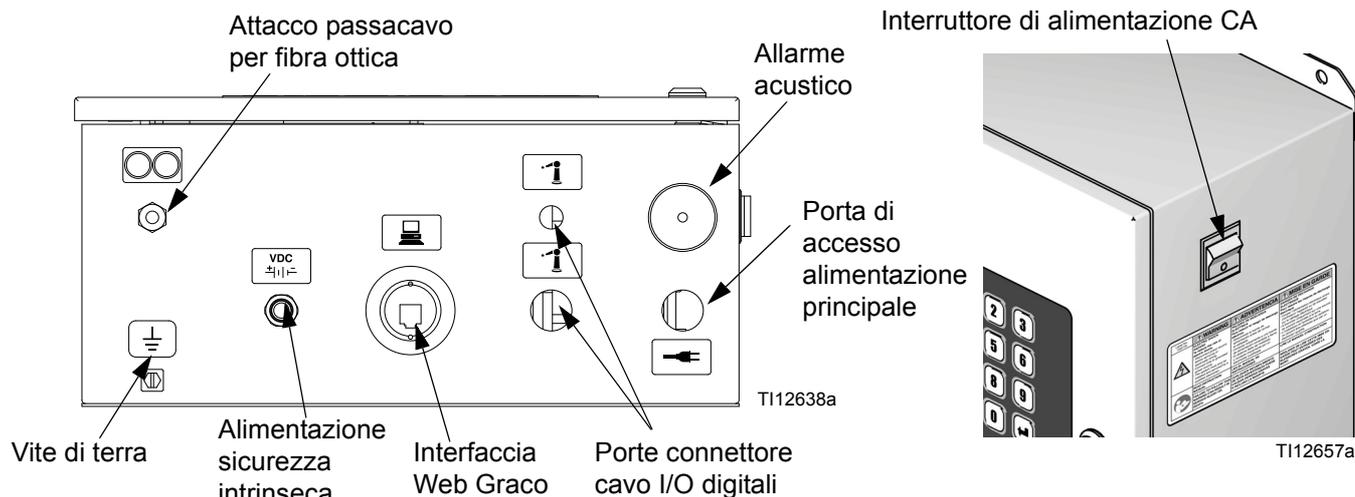

FIG. 18 EasyKey - Collegamenti e interruttore di alimentazione CA
- La porta di accesso dell'alimentazione in ingresso  presenta un diametro di 22,4 mm (0,88"). Accetta un raccordo o condotto di scarico di sollecitazioni o paratia. Vedere FIG. 18.
1. Assicurare al EasyKey l'alimentazione richiesta. Installare un dispositivo di scarico delle sollecitazioni per paratia o paratie per condotte attraverso l'attacco per EasyKey . Vedere FIG. 18.
1. Collegare l'estremità del cavo di alimentazione della stazione del fluido corretta al connettore EasyKey $\begin{matrix} \text{VDC} \\ \oplus | | \ominus \end{matrix}$. Vedere FIG. 18.
3. Il cavo a fibre ottiche viene spedito dalla fabbrica insieme al connettore della stazione del fluido . Vedere FIG. 18.